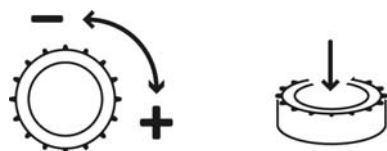

Fig. 11: Acționarea butonului de comandă
$n=f(AI)$ (mod de acționare manuală – vezi fig. 11)
- **Ecranul LCD** arată stările de funcționare ale pompelor, ale regulatorului și ale convertizorului de frecvență. Butonul de comandă servește la selectarea meniurilor și la introducerea parametrilor. Pentru modificarea valorilor, respectiv derularea în cadrul unui nivel de meniu, butonul trebuie rotit, în timp ce, pentru selectare și confirmare, butonul trebuie apăsat (fig. 11).